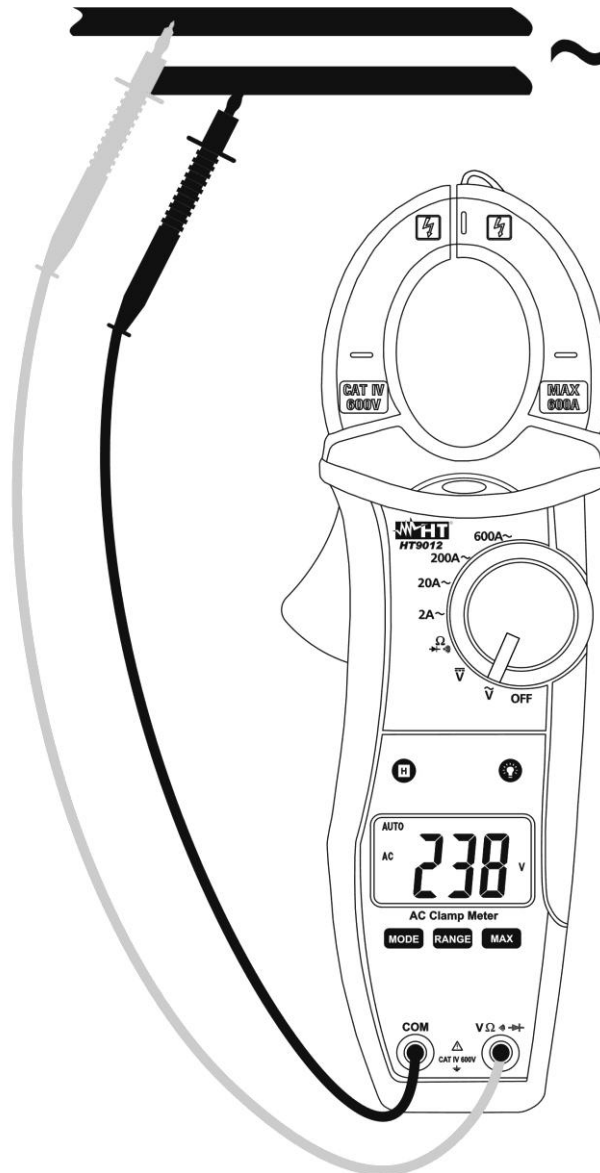

Fig. 4: Uso della pinza per misura di Tensione AC
4. Inserire il cavo rosso nel terminale di ingresso $V\Omega\rightarrow$ e il cavo nero nel terminale di ingresso **COM** (vedere Fig. 4)